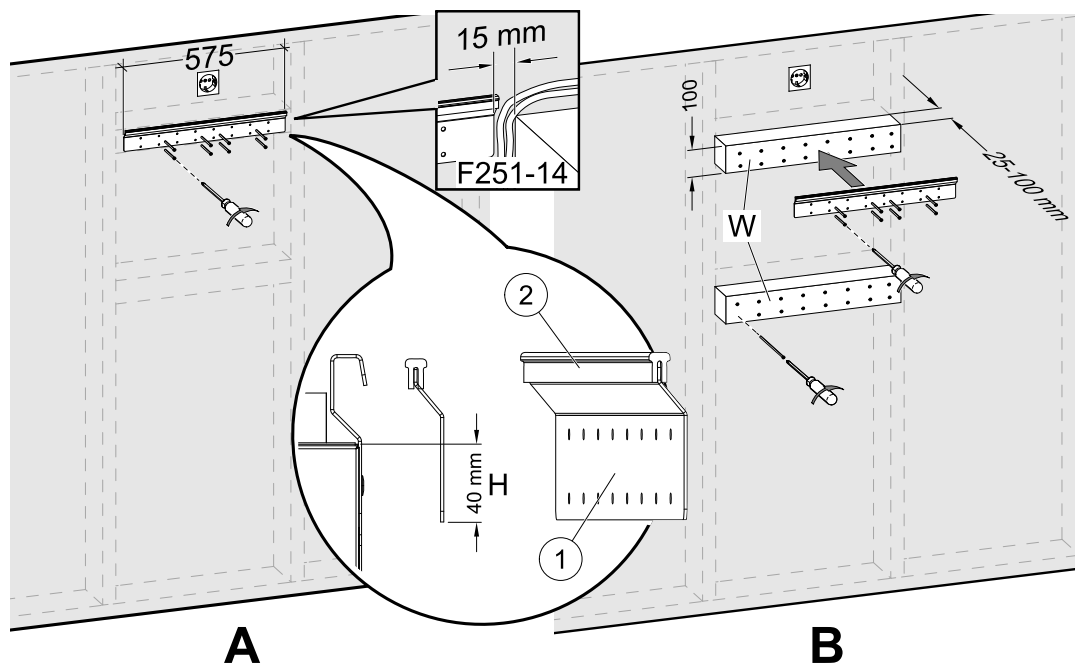

Bild 5 Installation der Wandhalterung mit oder ohne Unterkonstruktion
2. Schrauben Sie die Wandhalterung (Pos. 1) mit dem Vibrationsdämpfungspad (Pos. 2) an die Wand (Abbildung 5, Pos. A). **Schrauben sind nicht im Lieferumfang enthalten**, wählen Sie diese anhand Ihres Wandtyps aus. Verwenden Sie geeignete Löcher, um die Halterung an der Wand festzuschrauben. Die Unterkante der Halterung sollte 40 mm (H) unter der Geräteoberseite liegen.
Falls die Tiefe der Schränke viel größer ist als die des Geräts, installieren Sie eine Unterkonstruktion (Pos. W), um den fehlenden Abstand auszugleichen (Abbildung 5, Pos. B). Montieren Sie die Wandhalterung am oberen Block. Wählen Sie die Dicke der Blöcke entsprechend den Anforderungen um das Gewicht zu tragen.